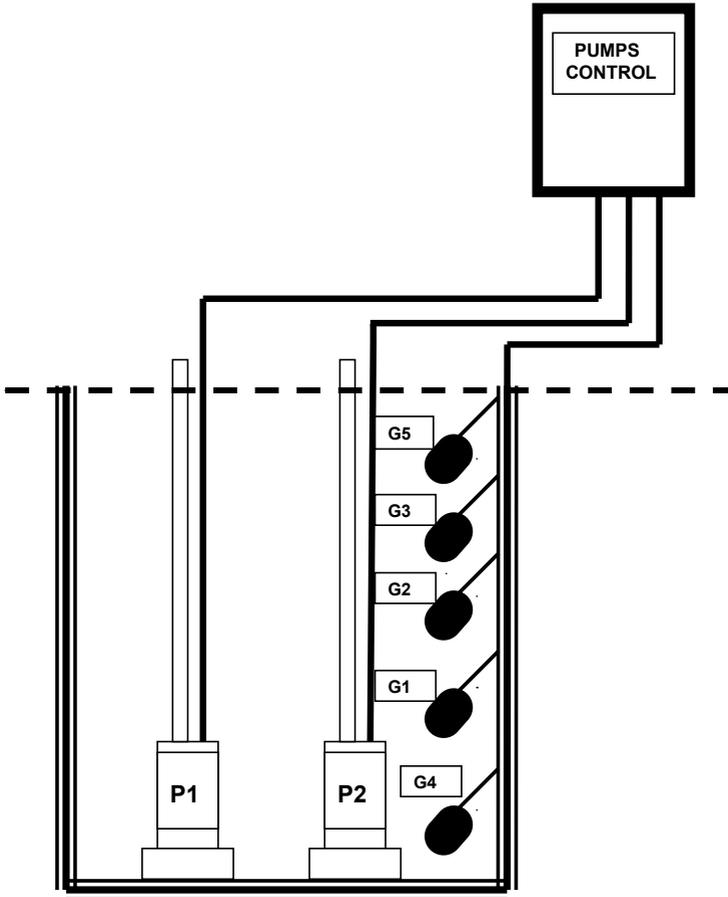

Fig. 3
9. Collegare al connettore MT9 un interruttore galleggiante G1 normalmente aperto come da Fig.3. Questo galleggiante inverte l'avviamento delle 2 elettropompe quando il quadro è in
10. Collegare al connettore MT13 un interruttore galleggiante G2 normalmente aperto come da Fig.3. Questo galleggiante, quando il quadro è in funzione automatica, avvia entrambe le elettropompe in caso di grosso afflusso di acqua oppure di guasto di una delle 2. In funzione manuale avvia direttamente l'elettropompa P2.
11. Collegare al connettore MT11 un interruttore galleggiante G3 normalmente aperto come da Fig.3. Questo galleggiante interviene in caso di guasto del modulo scambiatore o per il guasto di uno dei galleggianti G1 e G2 oppure per il guasto di una delle due elettropompe. Quando interviene, mette automaticamente il quadro in funzione manuale e le due elettropompe funzionano direttamente comandate dai galleggianti G1 e G2.